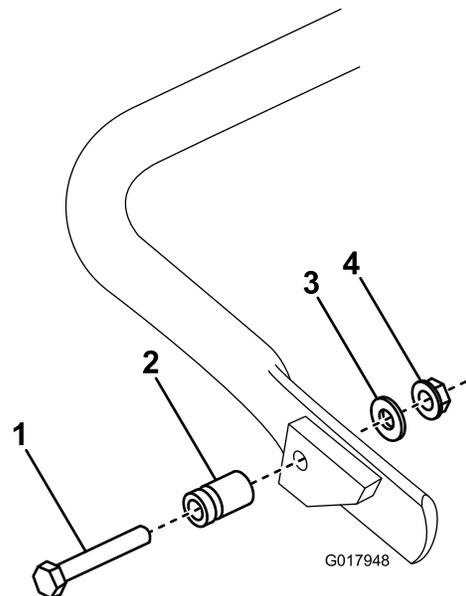

図 6
1. **グリーンズマスター 1600** では、キックスタンドの右側に（図 6）、スプリングスタッドを接続する；付属部品の中にあるボルト、ワッシャ、フランジヘッドナットを使用する。